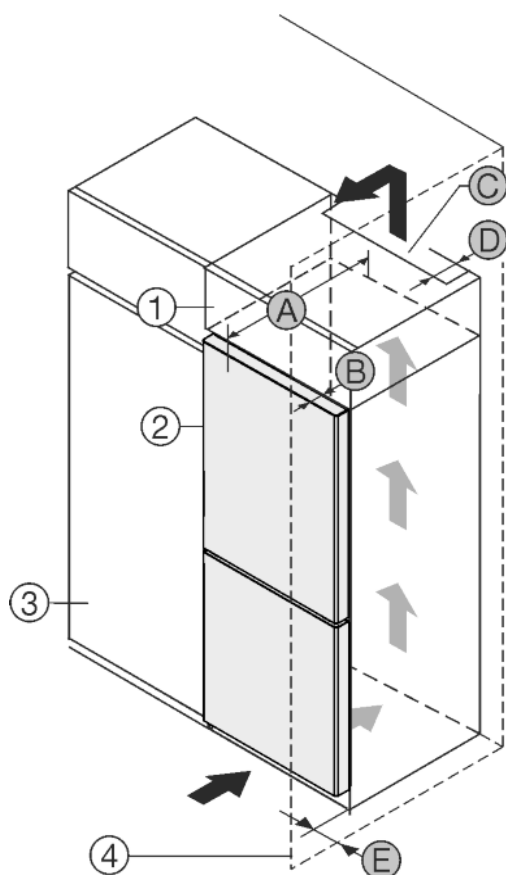

Fig. 1
- (1) Aufsatzschrank\*
- (2) Gerät\*
- (3) Küchenschrank\*
- (4) Wand\*
- (A) Gerätetiefe\*
- (B) Türtiefe\*
- (C) Belüftungsquerschnitt\*
- (D) Abstand Geräterückseite\*
- (E) Abstand zur Geräteseite\*
Gerät direkt neben dem Küchenschrank Fig. 1 (3) aufstellen.\*
Gerät mit Abstand von 5 cm zwischen Gerät und Küchenschrank Fig. 1 (3) aufstellen.\*
An der Rückseite des Aufsatzschrankes muss ein Abluftschacht mit der Tiefe Fig. 1 (D) über die gesamte Aufsatzschrankbreite vorhanden sein.\*
Unter der Raumdecke muss der Entlüftungsquerschnitt Fig. 1 (C) eingehalten werden.\*
Wenn das Gerät mit den Scharnieren neben einer Wand Fig. 1 (4) aufgestellt wird, muss der Abstand zwischen Gerät und Wand mindestens 40mm betragen. Dies entspricht dem Griffüberstand bei geöffneter Tür.\*
Um die Türe vollständig öffnen zu können, muss Gerät um die Türtiefe Fig. 1 (B) gegenüber der Küchenschrankfront vorstehen. Abhängig von der Tiefe der Küchenschränke Fig. 1 (3) und Verwendung von Wandabstandshaltern kann das Gerät weiter herausragen.\*
Um die Türe vollständig öffnen zu können, muss Gerät um die Türtiefe (B) gegenüber der Küchenschrankfront vorstehen. Abhängig von der Tiefe der Küchenschränke Fig. 1 (3) und Verwendung von Wandabstandshaltern kann das Gerät weiter herausragen.\*